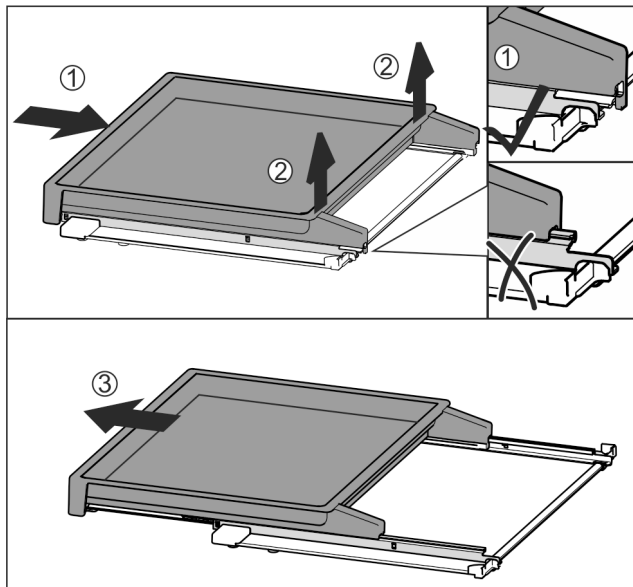

Fig. 114
- Skyv uttrekksbordet helt inn Fig. 114 (1).
- Løsne forriglingen på bakre side Fig. 114 (2).
- Ta ut uttrekksbordet fremover Fig. 114 (3).